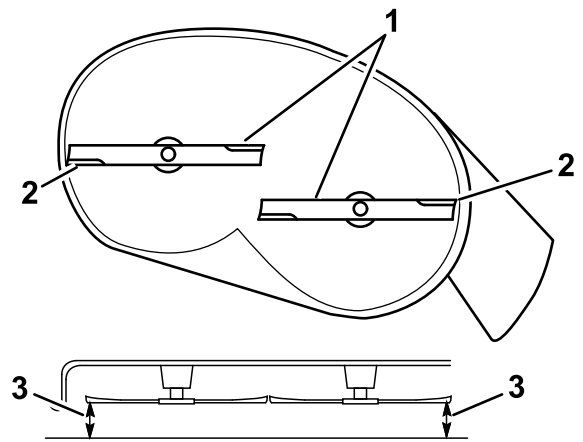

Figura 64
5. Meça entre as extremidades de corte exteriores e a superfície plana (Figura 64).